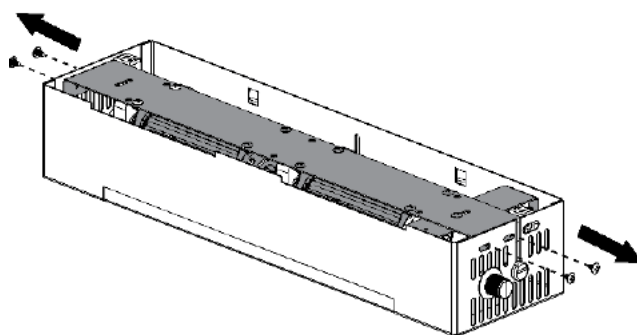

Fig. 6-6
- Retirez les 4 vis servant à fixer le support au boîtier de la soufflerie (**Fig. 6-6**). Faites glisser les souffleries (attachés au support) des déflecteurs de boîtier et les soulevez. Mettez de côté les vis et les souffleries